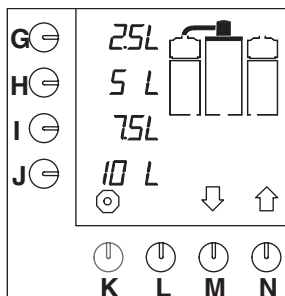

Fig. 8 Startskærm (Start screen)
- Indikatorlampen på kontakten lyser. Standardvalgmulighederne vises i displayet (fig. 8).
- Standardvalgmulighederne vises i displayet (fig. 8).